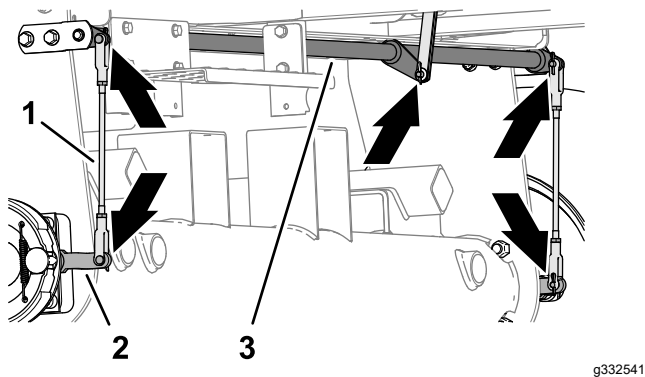

Figura 68
1. Verifique se existem danos e desgaste nos conjuntos da barra dos travões esquerdo e direito (Figura 68).
2. Verifique o veio da articulação dos travões (Figura 68) em relação a danos e desgaste.